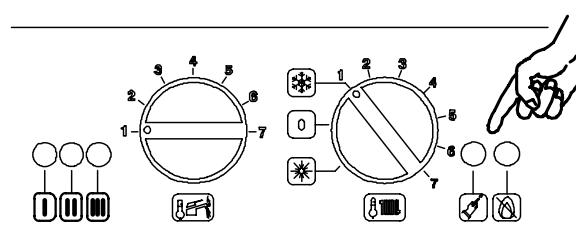

Fig. 7.3
- 3 Keep the boiler reset push-button pressed, see Fig. 7.3 for about 10 secs., the blockage LED will start flashing.
3 Держать нажатой кнопку перезапуска бойлера Fig. 7.3 в течение около 10 секунд, начнёт мигать индикаторная лампа блокирования.
- 5 If this sequence is not displayed, press the reset push-button, see Fig. 7.3 as many times as required (4 times) for the correct displaying.
- 6 To display the current set-up, keep the reset push-button shown on Fig. 7.3 pressed for about 5 seconds. Signal LEDs will flash as many times as the number shown near the gas type description.
- 5 Если не отображаются в настоящем порядке, нажать кнопку перезапуска, указанную в Fig. 7.3 несколько раз (4 раза) до отображения
- 6 Для отображения установленной настройки, держать нажатой кнопку перезапуска, указанную в Fig. 7.3 в течение около 5 секунд. Индикаторные лампы будут мигать такое количество раз, какое число приведено сбоку от описания вида газа.